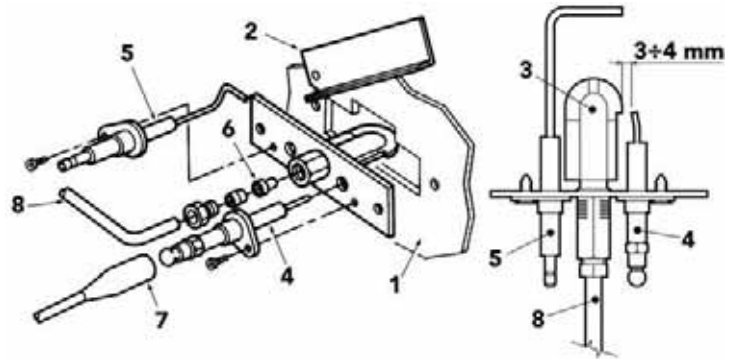

рис. 9 - Пилотная горелка
- Электроды не должны иметь накипи и быть правильно установленными (см. рис. 9).
Проверьте правильность позиционирования электродов и отсутствие на них отложений (см. рис. 9).
Отсутствие искры между электродами при розжиге.	Проверьте правильность позиционирования электродов и отсутствие на них отложений (см. рис. 9).